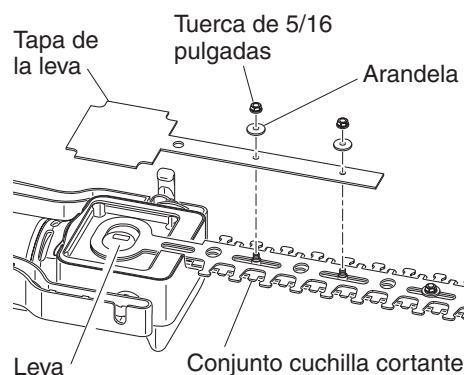

Figura 18 - Retiro de la tapa de la leva
3. Retire las dos tuercas de 5/16 pulgadas que están más cerca al cabezal de potencia y saque la tapa de la leva (vea la Figura 18). Estas partes vendrán incluidas con una nueva cuchilla cortante y por lo tanto no se las requerirá.
4. Gire la leva de forma que quede alineada con la ranura del conjunto cuchilla cortante (vea la Figura 18).